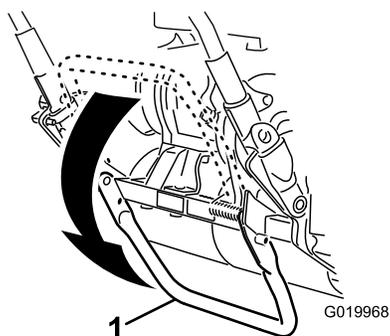

Рисунок 9
1. Отожмите откидную ножку вниз ногой до **середины откидной ножки** и вытягивайте ручку машины до поворота откидной ножки вперед вокруг центральной части (Рисунок 9).